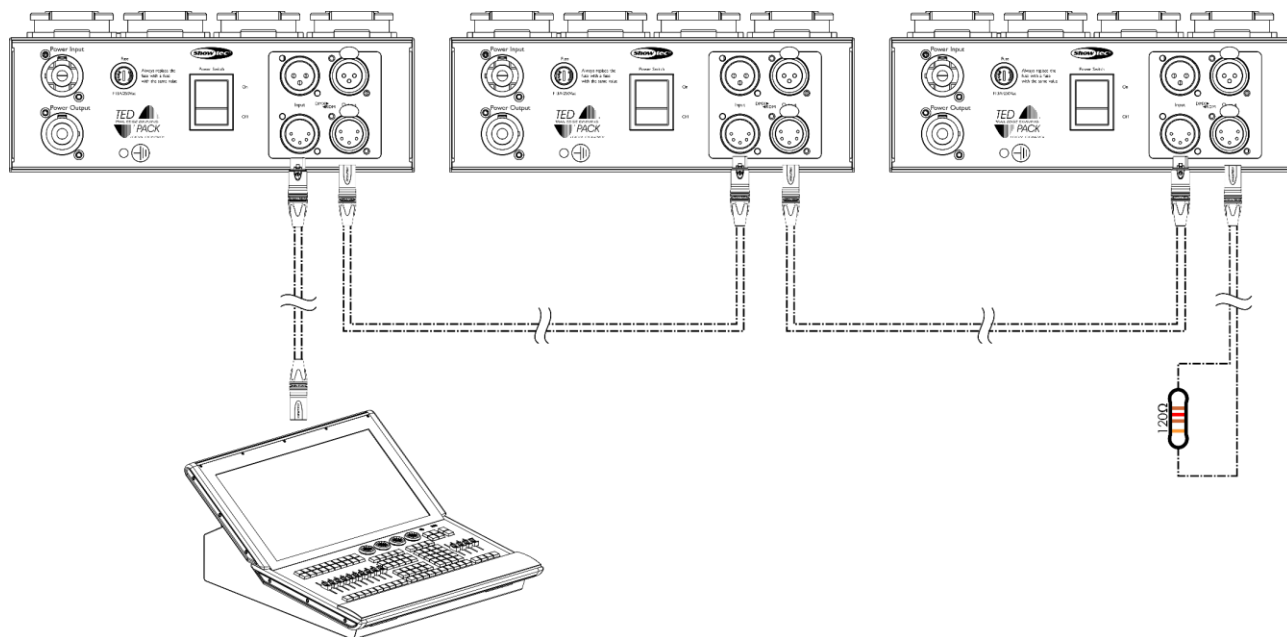

Fig. 11
- 01) Servirsi di un cavo DMX a 3 poli/5 poli per collegare il connettore DMX OUT del controller di illuminazione al connettore DMX IN del primo dispositivo. La **spia LED DMX (A)** sul **pannello di controllo (02)** si accende.
- 03) Ripetere il passaggio 2 per collegare tutti i dispositivi in un collegamento a margherita come indicato nella Fig. 11.